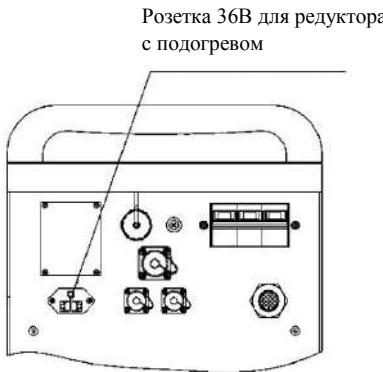

Рис. 6.16. Задняя панель источника питания (верхняя часть). Разъемы могут отличаться.
- Вилку питания редуктора с подогревом вставить в разъем питания (розетка 36В на задней панели источника питания), как показано на рис. 6.16.